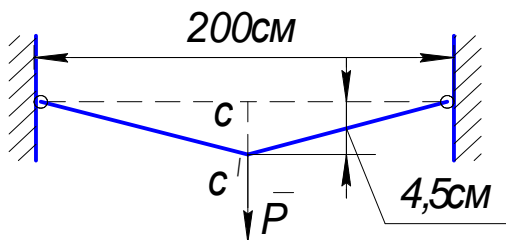

Рис.2.8
2.13. Между неподвижными точками А и В горизонтально натянута стальная проволока диаметром 1 мм (рис.2.8). Какую необходимо приложить силу Р в точке С посередине длины проволоки и какое в этом случае возникает напряжение в ней, если смещение точки С по направлению силы Р достигает 4,5 см? Собственным весом проволоки пренебречь.